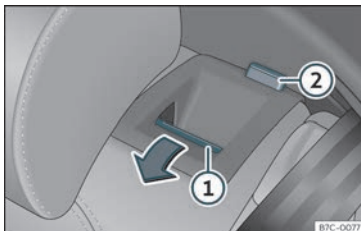

Fig. 107 Asento traseiro: abater o respaldo.
- Puxe da tecla de desbloqueo »» fig. 107 (1) cara adiante e, ao mesmo tempo, abata o respaldo. O respaldo traseiro está desbloqueado cando aparece unha marca vermella na tecla (2).